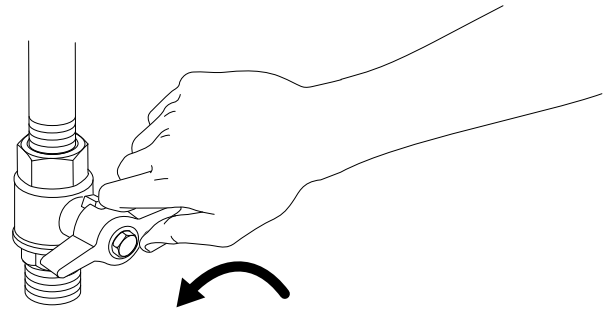

Bild 2 Öffnen des Abflusshahns
4. Den Abflusshahn langsam eine viertel Umdrehung entgegen dem Uhrzeigersinn aufdrehen. Siehe Bild 2 *Öffnen des Abflusshahns*